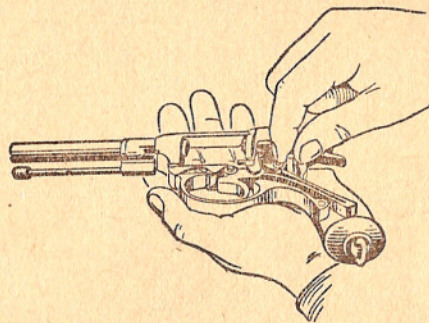

Рис. 32. Как ввинтить соединительный винт.
6) **ввинтить соединительный винт**: положить револьвер на ладонь левой руки, как указано на рис. 32; правой рукой (без отвертки) ввинтить соединительный винт в завинтованное гнездо над верхним пером боевой пружины;